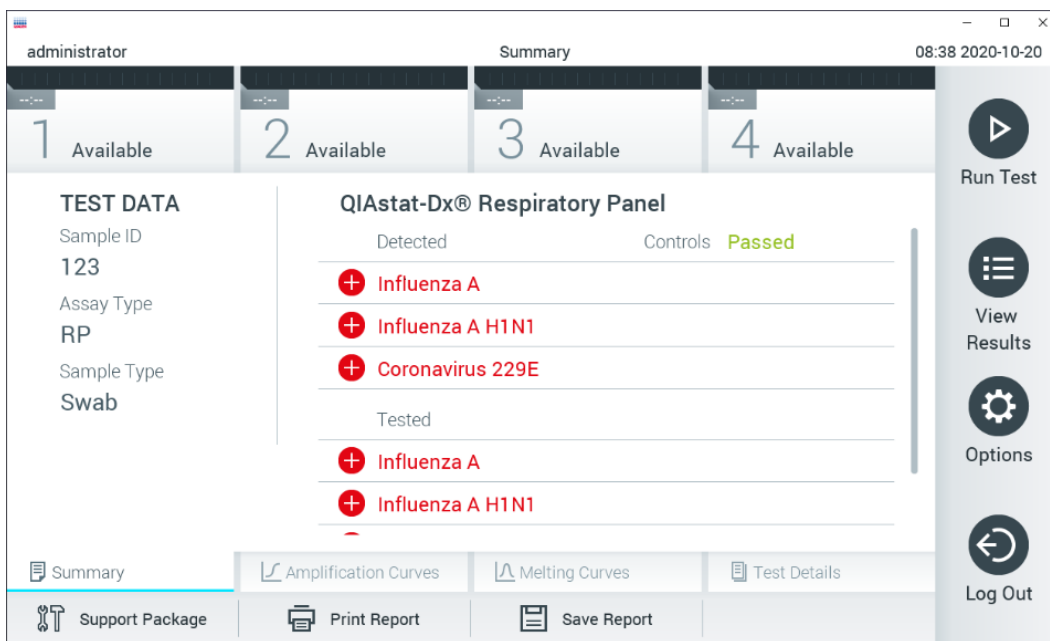

Figura 30. Ecranul Summary (Rezumatul) rezultatelor.
11. După ce cartușul de test QIAstat-Dx a fost scos, va apărea ecranul **Summary** (Rezumatul) rezultatelor (Figura 30). Consultați Secțiunea 5.5 pentru detalii suplimentare.